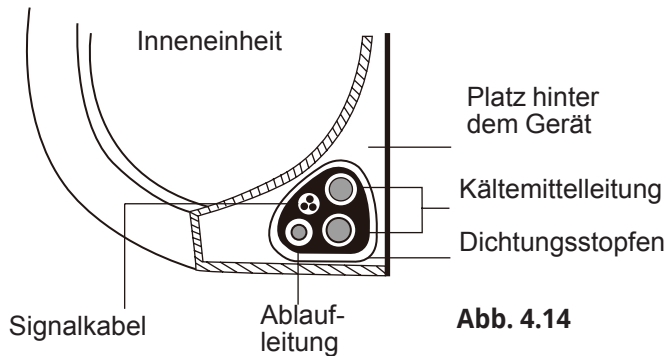

Abb. 4.14
3. Verwenden Sie ein Isolierband, bündeln Sie das Signalkabel, die Kältemittelleitungen und die Ablaufleitung fest miteinander. Vergewissern Sie sich, dass alle Kabel gemäß Abb. 4.14 gebündelt sind